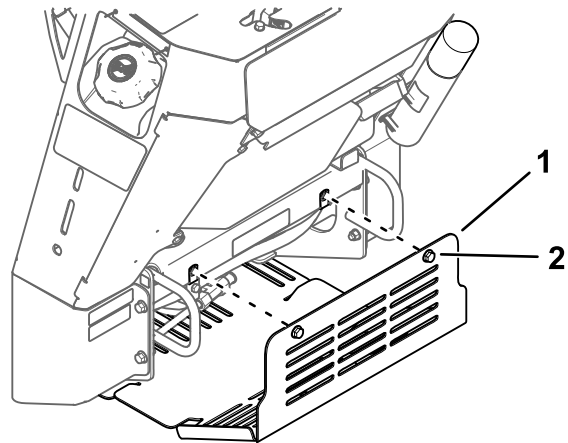

Bild 24
3. Lösen Sie nacheinander die 2 Schrauben, mit denen das untere Schutzblech befestigt ist, bis Sie es abnehmen können (Bild 24).